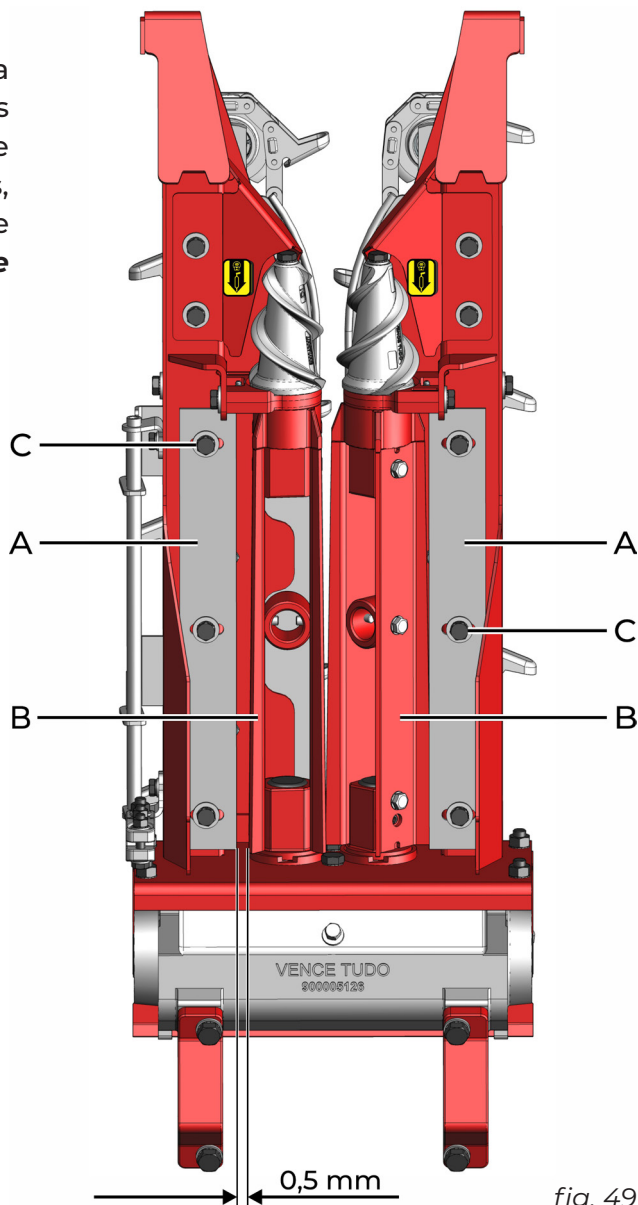

fig. 49
As navalhas (A) (fig. 49) dos rolos (B), têm a função de evitar a entrada de impurezas ao redor dos rolos recolhedores. Suas faces devem ser ajustadas de forma que fiquem o mais próximo possível dos rolos, sem encostar nas estrias. Para fazer a regulagem, solte os parafusos (C) e ajuste numa **distância mínima de 0,5 mm**.